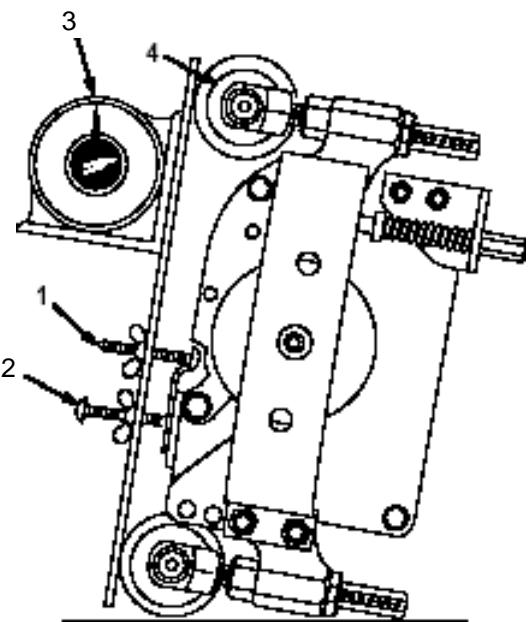

図 21
- ゲージバーに傾斜計を載せて角度を測る (ゲージバーの角度; 図21)。